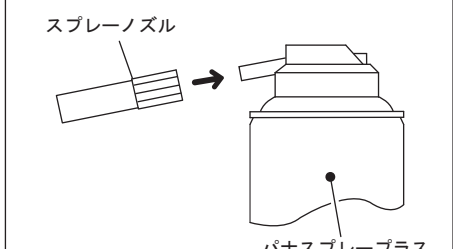

図6
- 1)パナスプレープラスのノズル部に、スプレーノズルを強く差し込みます。(図6)
3) 最後に、パナスプレープラス（図6）または弊社製自動注油システムによる注油を行います。